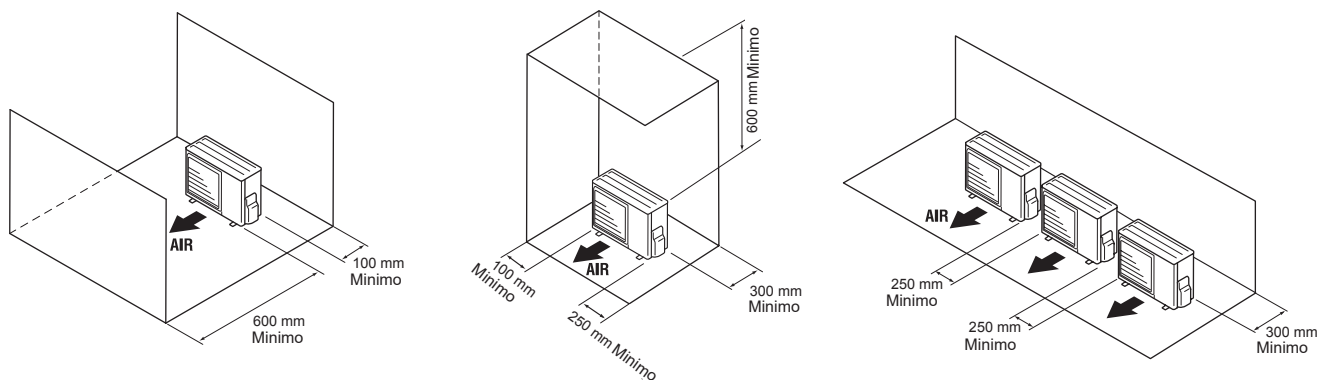

fig. 14 - Spazio minimo d'installazione intorno alle unità esterne
- L'unità deve essere facilmente accessibile per lavori e manutenzioni varie (fig. 14).
- La circolazione dell'aria attraverso l'evaporatore e in uscita dal ventilatore (fig. 14) non deve essere ostacolata in alcun modo.